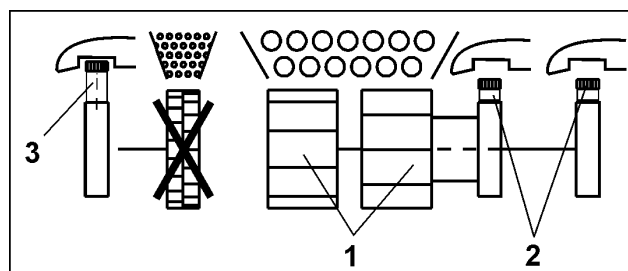

Fig. 62
Såning med begge hovedsåhjul (Fig. 62/1)
- Hovedsåhjuleenes skruer (Fig. 62/2) skrues i til anslag
- Finsåhjulets skrue (Fig. 62/3) skrues ud til anslag.